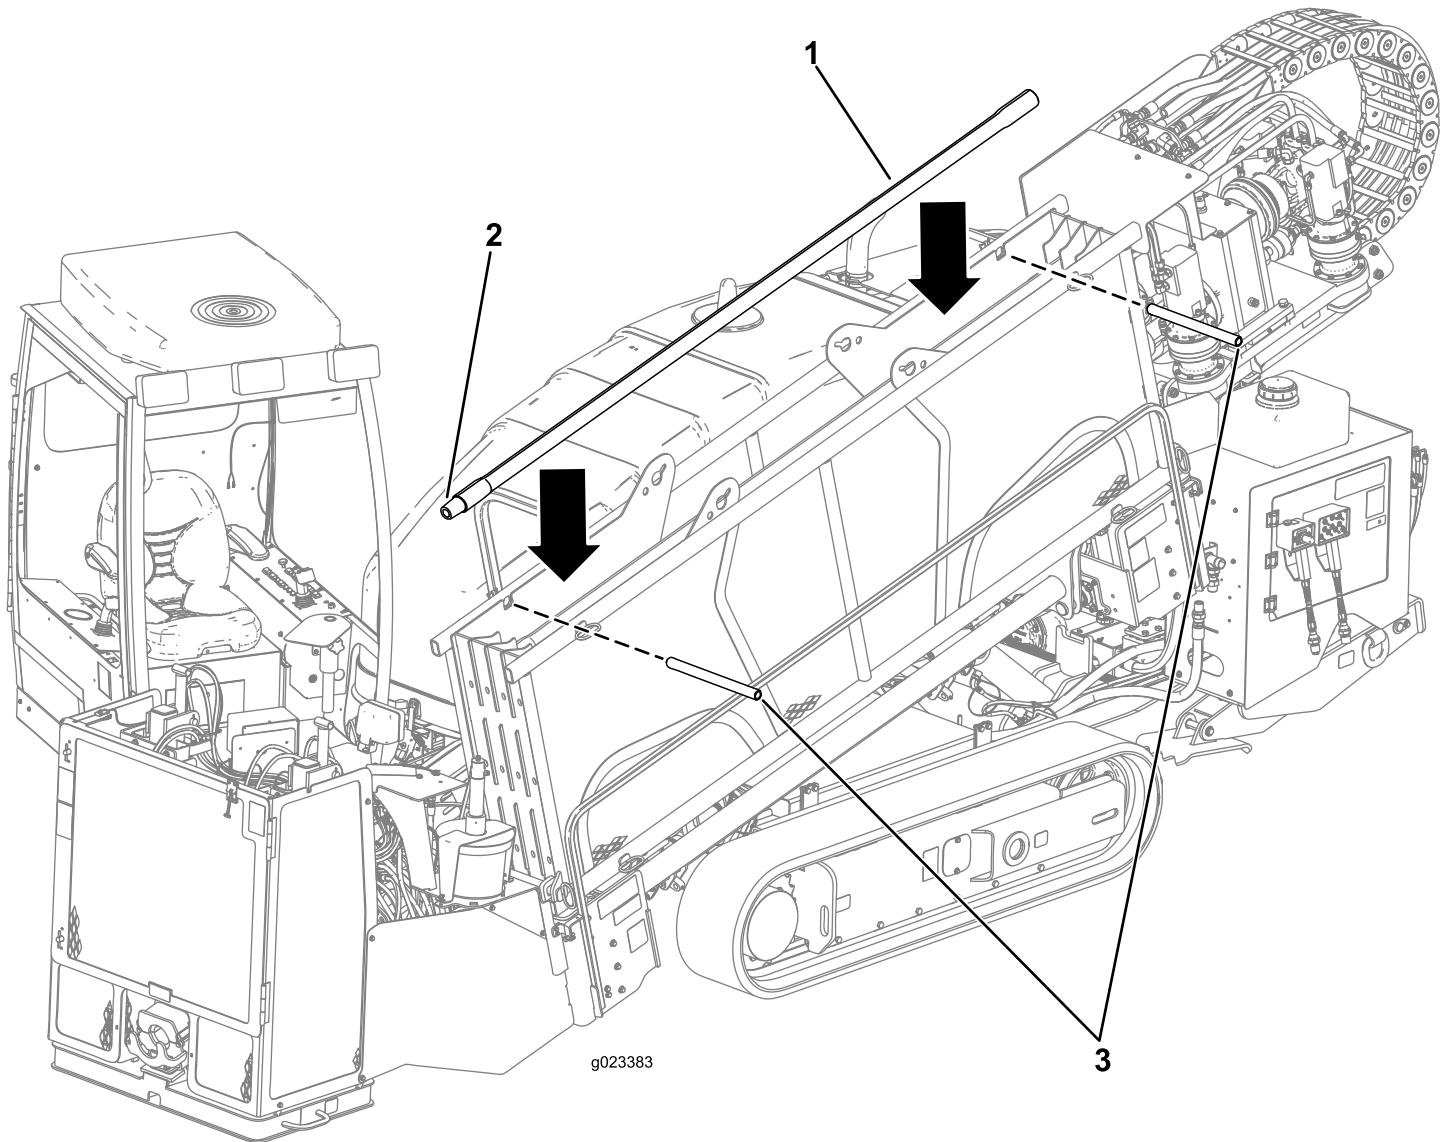

Bild 33
1. Nehmen Sie die Lastösenbolzen vom Rohrhalter ab (Bild 33).
2. Führen Sie die Rohre von oben ein, wobei die Rohrenden mit Außengewinde zur Vorderseite der Maschine zeigen (Bild 33).